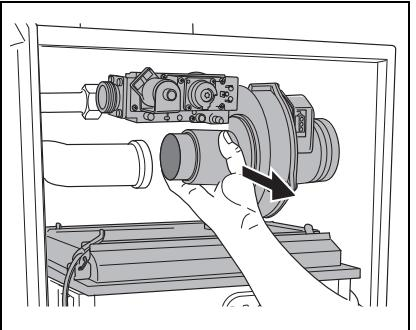

Fig. 8
- Togliere il coperchio del bruciatore con unità di miscelazione aria/gas (fig. 8).